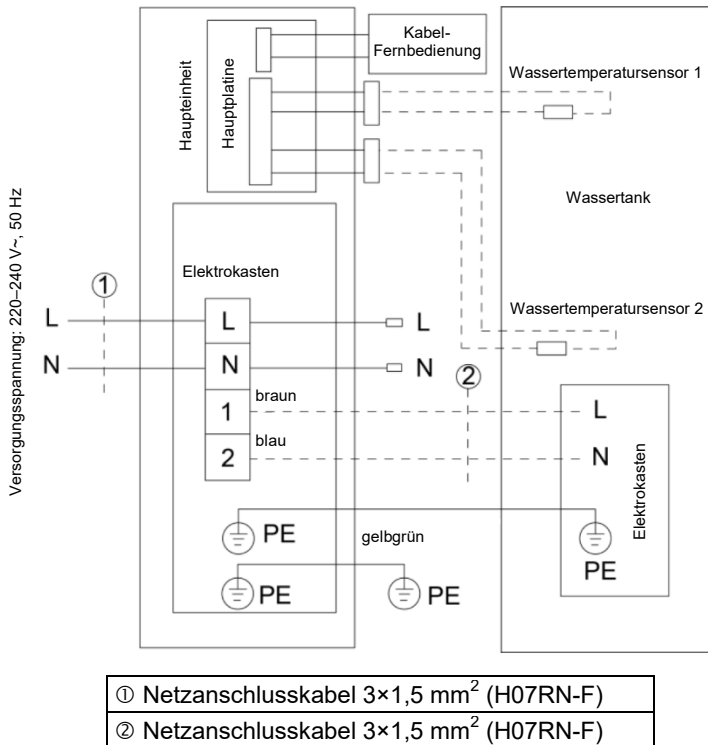

Abb. 9-1: Externe Verkabelung zum Anschließen von SWH-35ERA2 und SWH-200IRA2
1. Drehen Sie die Schraube an der Abdeckung des Anschlusskastens an der rechten Seitenwand der Haupteinheit heraus, und öffnen Sie die Abdeckung des Anschlusskastens. In Abb. 9-1 ist die Skizze der externen Anschlüsse gezeigt.